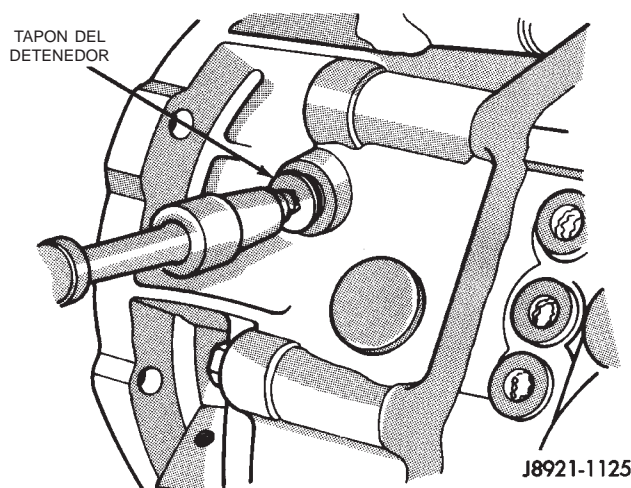

Fig. 49 Instalación de tapón de bola del detenido
(18) Instale el tapón del detenedor y apriételo con una torsión de 19 N·m (14 lbs. pie) (Fig. 49).